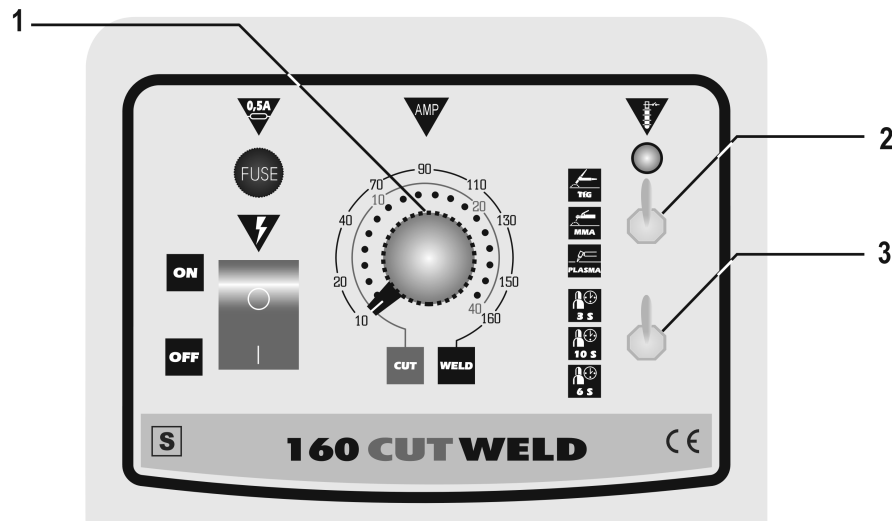

fig.5
- A - Eligir TIG en el conmutador TIG/MMA/PLASMA (2-fig.5).
- B - Ajustar con el potenciómetro de regulação de intensidade (1-fig.5) el valor de corriente deseado.